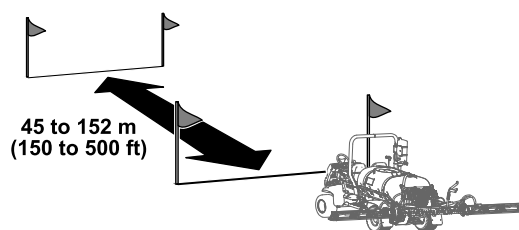

図 63
5. テスト場所ターフ上にスタートラインを引く 図 63。
3. インフォセンターのボタン 2 を押し、ゴールラインまで車両を運転する 図 66 と 図 63)。